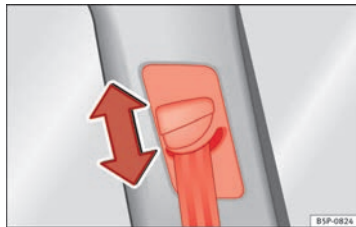

Fig. 15 Ubicación del regulador de la altura del cinturón.
- Presione el dispositivo de reenvío en la zona superior y manténgalo en esta posición ⇒ fig. 15.